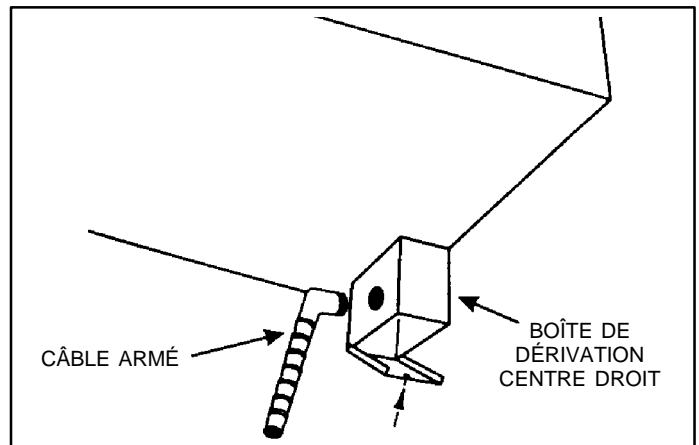

FIGURE 1
5. Enlever la vis de fixation et le dessus de la boîte de dérivation. Raccorder le câble armé à l'alvéole défonçable sur le côté de la boîte. Raccorder les fils, les pousser dans la boîte. Remettre le dessus de la boîte de dérivation en place. Consulter les codes locaux pour assurer un accordement à l'électricité approprié (figure 1).